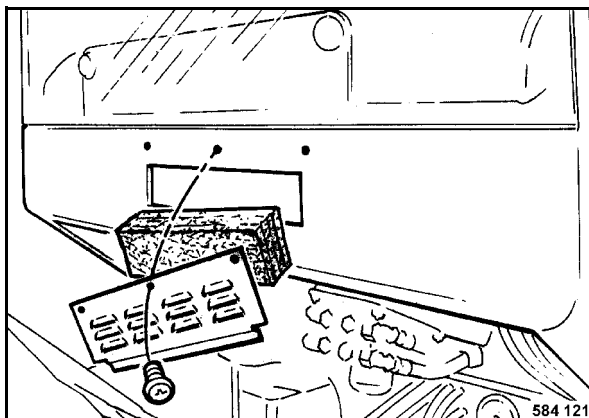

fig. 165
- Dévisser les vis de fixation de la grillage d'aération (fig. 165) puis retirer le filtre.